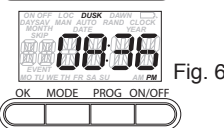

Fig. 6
17. Tourner le bouton pour régler l'heure du crépuscule (DUSK) (Fig. 6) le cas échéant et appuyer sur OK. L'écran affiche MAN et l'heure courante.